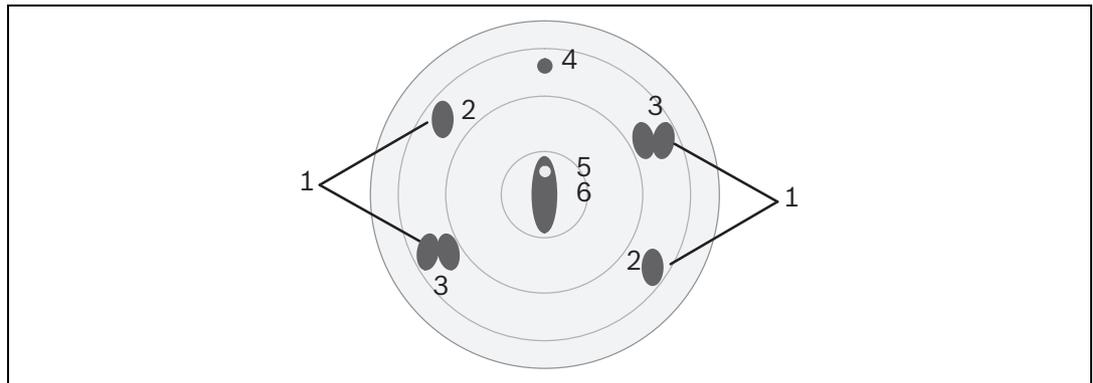
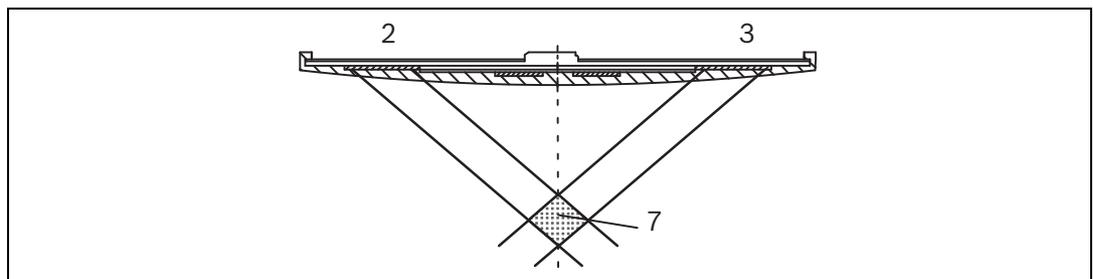

Figura 1.3 Panel frontal del detector con sensores
Figura 1.4 Vista lateral de la cubierta del detector
El sensor óptico (consulte la *Figura 1.3 (1)*) funciona según el principio de dispersión de luz. Los LED (consulte la *Figura 1.3 (3)*) transmiten luz en un ángulo definido hacia la zona de medición (consulte la *Figura 1.4 (7)*). En caso de incendio, la luz es dispersada por las partículas de humo y llega hasta los fotodiodos (consulte la *Figura 1.3 (2)*), que transforman la cantidad de luz en una señal eléctrica proporcional.
El sensor de gas (consulte la *Figura 1.3 (4)*, sólo FAP-OC 520(-P)) detecta principalmente el monóxido de carbono (CO) producido por el fuego, pero también detecta el hidrógeno (H) y el monóxido de nitrógeno (NO).
El sensor de polución mide y evalúa constantemente el nivel de contaminación de la superficie del detector (consulte la *Figura 1.3 (6)*). Durante el mantenimiento, puede verse una indicación de contaminación de tres niveles (consulte la *Sección 5 Mantenimiento y servicio, Página 28*).